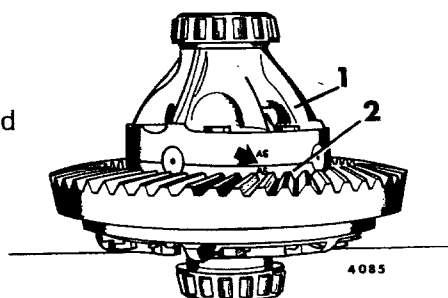

Fig 11—17. Märkning av differentialhus
4. Kontrollera märkningen av differentialhuset, se fig 11—17. Ta bort skruvarna som håller ihop differentialhusets halvor och lyft av den övre halvan.
5. Smörj kugghjul och tryckbrickor. Lägg den övre hushalvan på plats. Se till att märkningen som är placerad på båda hushalvorna kommer mitt för varandra, se fig 11—17.